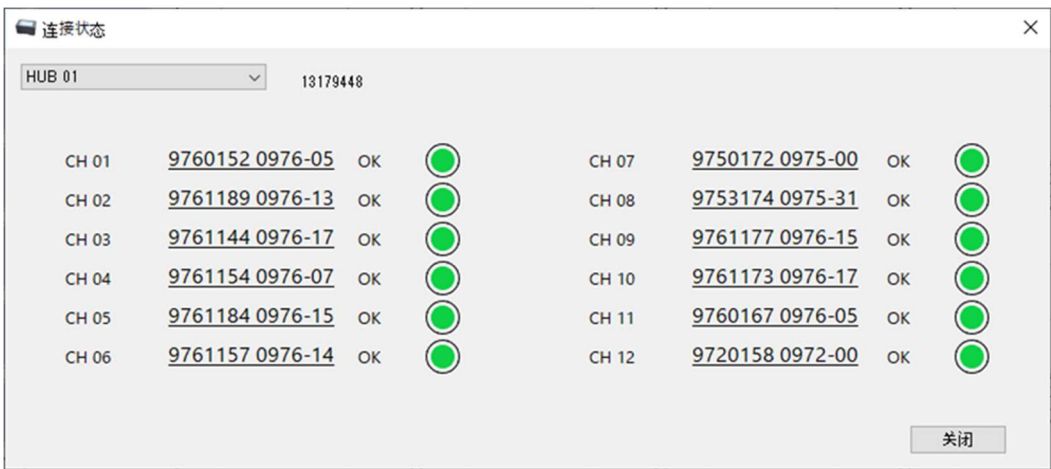

图 7-2 连接状态确认对话框
*灰色输出（参照图 7-2）时，表示无法与 Multi-Channel Anemomaster PRO 主机单元连接。
点击连接菜单的“连接状态”。如图 7-2 所示。